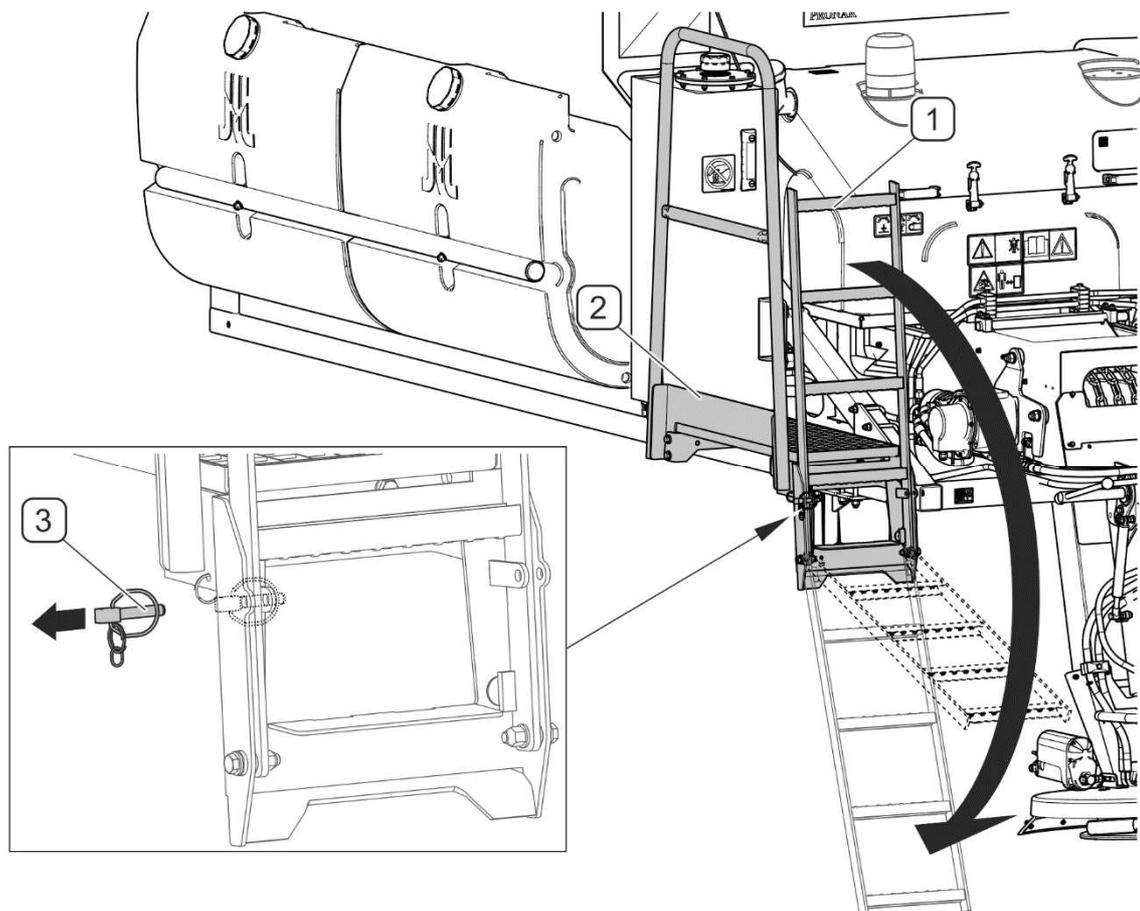

ABBILDUNG 4.18 Leiter und Podest
(1) - Leiter; (2) - Podest; (3) - Sicherungssplint
Das Anheben und Absenken der Plane kann über das mit einer Leiter (1) ausgestattete Podest (ABBILDUNG 4.18) einfacher durchgeführt werden.
Um die Leiter (ABBILDUNG 4.18) abzusenken, ist wie folgt vorzugehen: